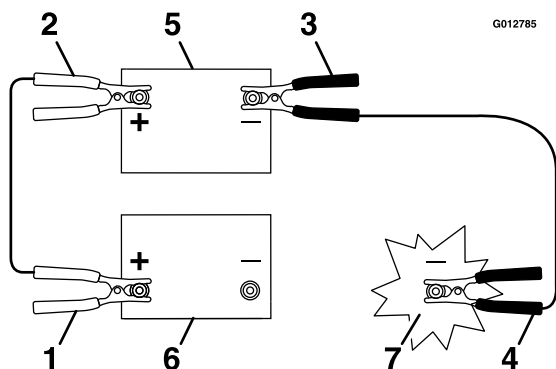

Figura 68
3. Conecte el cable positivo (+) al borne positivo (+) de la batería descargada que está conectado al motor de arranque o al solenoide, según se indica en Figura 68.